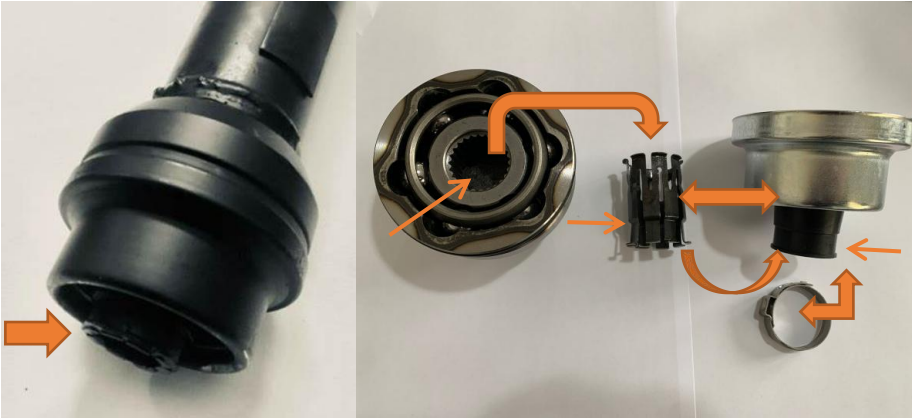

Figure 2.1 Figure 2.2
2. La face d'extrémité est de type arbre à insert à pas de vitesse constant (Fig 2.1) avec circlip multi-rainures fixe et pince sans fin à oreille unique de type à verrouillage externe.